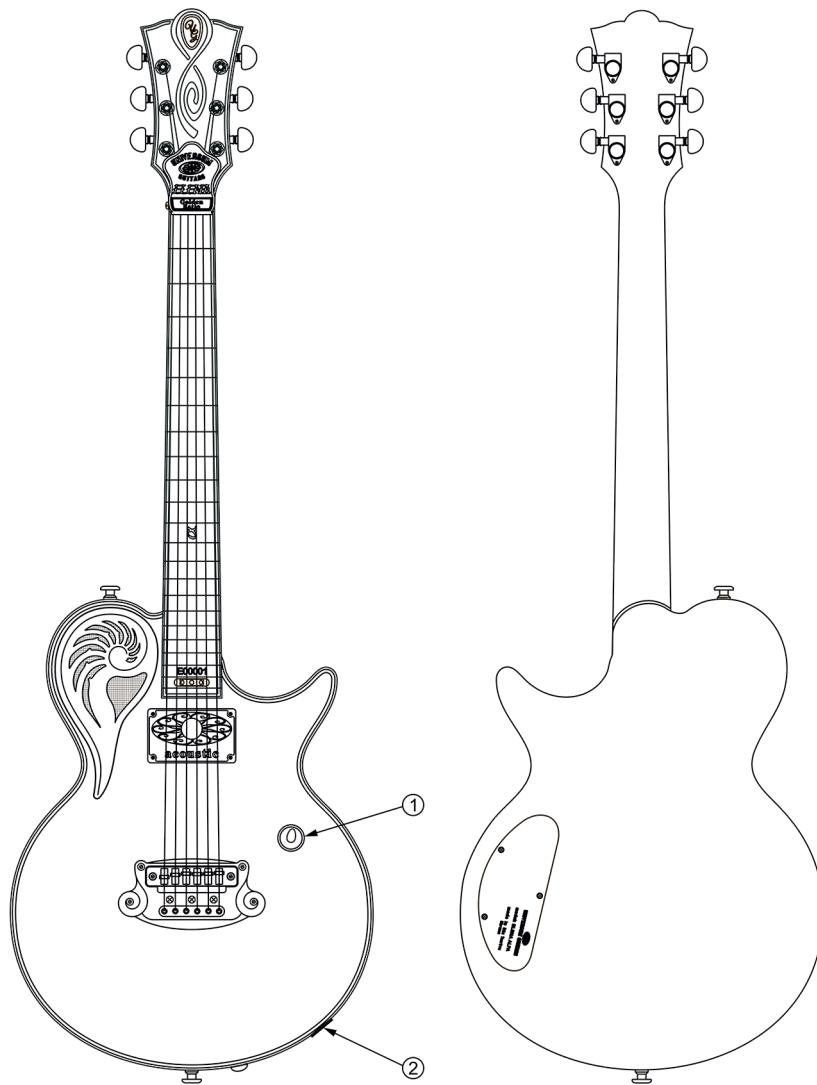

Fig. 22
- Prise de sortie – acoustique (Fig. 22 position 2).
- Batterie - 1 pièce (placée dans le compartiment du bloc de tonalité Fig. 22).
- 1) Bras du potentiomètre de réglage du volume (Fig. 22 position 1).